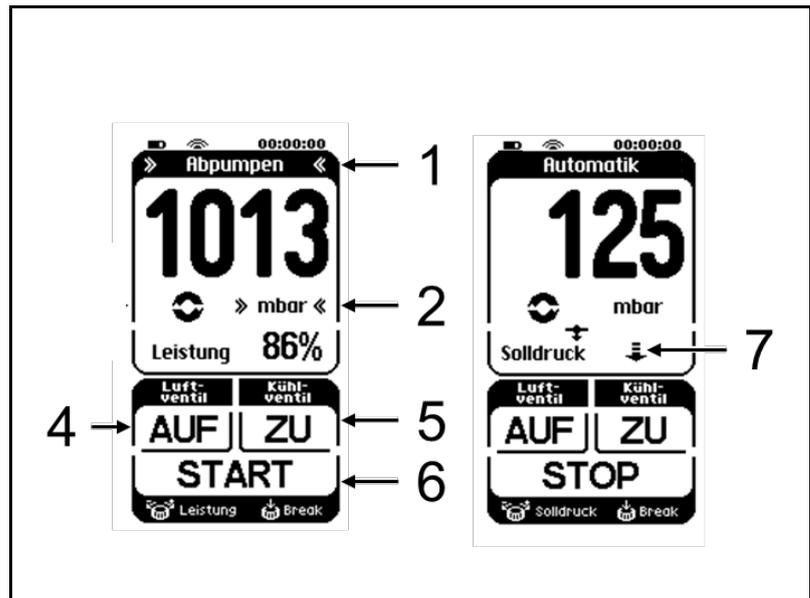

Abb. 9: Menüs und Tasten am Touchscreen
- Menüs zur Auswahl des Betriebsmodus und der Einheit der Druckanzeige (Abb. 9, Seite 25);
- Bedientasten (Abb. 9, Seite 25) mit den Funktionen:
**i** Wird die Pfeil-Taste (siehe Abb. 9/7) während der automatischen Druckabsenkung gedrückt, so wird der aktuelle Ist-Druck zum neuen Soll-Druck übernommen und vom Vakuumpumpensystem ausgeregelt. Der aktuelle Soll-Druck erscheint anstelle des Pfeils im Display.